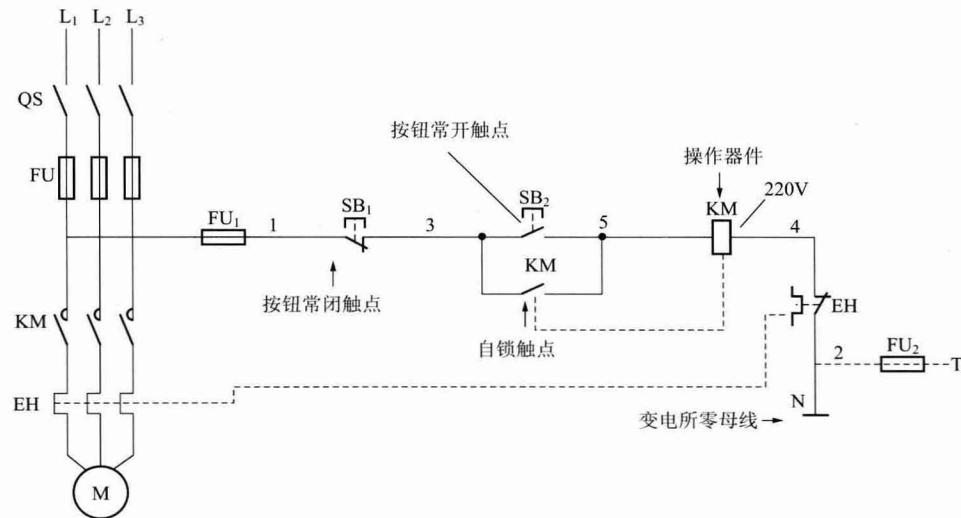

图 12 自锁(自保)触点回路
(4) 自锁(自保)触点。接触器线圈得电动作时,附属的动合触点闭合,保证电路接通,使操作器件“线圈”维持闭合状态。换句话说,就是依靠器件自身附属的触点作为辅助电路,维持操作器件(线圈)的吸合状态,所用触点称为自锁(自保)触点。这样的回路称为自锁或自保回路。平时电工之间交流,也称“自保触点”或“自锁触点”,如图 12 所示。